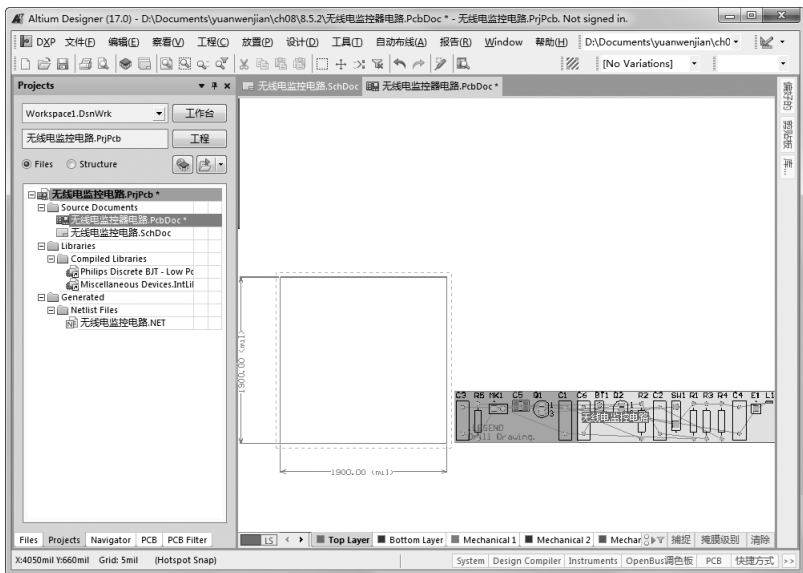

图 8-51 添加元器件封装的 PCB 图
(7) 完成添加后，单击 **关闭** 按钮，关闭对话框。此时，在 PCB 图纸上已经有了元器件的封装，如图 8-51 所示。